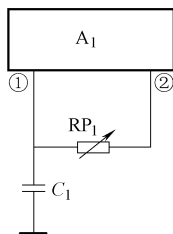

图 16-21 外接振荡元件引脚电路之八
8) 电路之八。如图 16-21 所示是外接振荡元件引脚电路之八。这是采用  $RC$  元件构成的电路。电路中， $RP_1$  是一个可变电阻器， $RP_1$ 、 $C_1$  和集成电路  $A_1$  的①脚、②脚内电路一起构成振荡器。